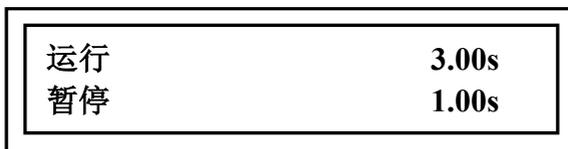
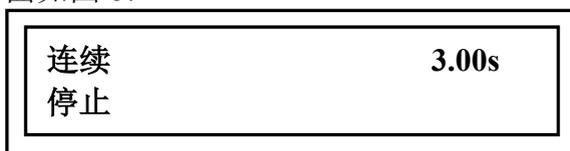

图 5
图 6
(3)在主界面，长按“**设置**”键 3s 进入到如图 5:
在图 5 界面可以对连续工作模式下的运行和暂停时间分别进行设置，进入界面后，运行的时间为闪烁状态时代表此项时间可以修改，通过“增”“减”键修改完运行时间后，短按“设置”键切换到修改停止时间，此时停止时间为闪烁状态，设置完成后可通过长按或短按“设置”键返回到主界面如图 6：